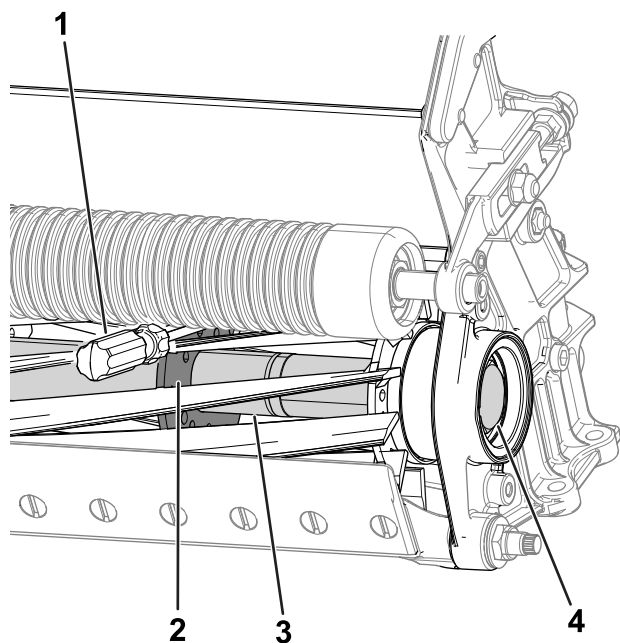

Рисунок 27
2. Введите монтировку с длинной ручкой (рекомендуемые размеры $\frac{3}{8}$ x 12 дюймов вместе с рукояткой отвертки) через нижнюю часть режущего барабана, расположенную ближе всего к той стороне режущего блока, где будет производиться затягивание (Рисунок 27).
3. Установите монтировку так, чтобы она была прижата к сварной стороне опорной пластины барабана (Рисунок 27).